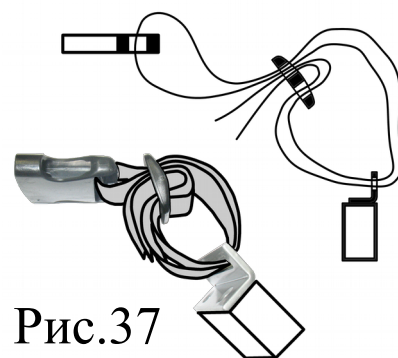

Рис.37
1. Соединить гнездо Фастекс поз. 135 с кронштейнами на одной стороне рамы кровати, используя ремень короткий поз. 132 и пряжку пластиковую поз. 133. Схема продевания ремня изображена на рис.37.